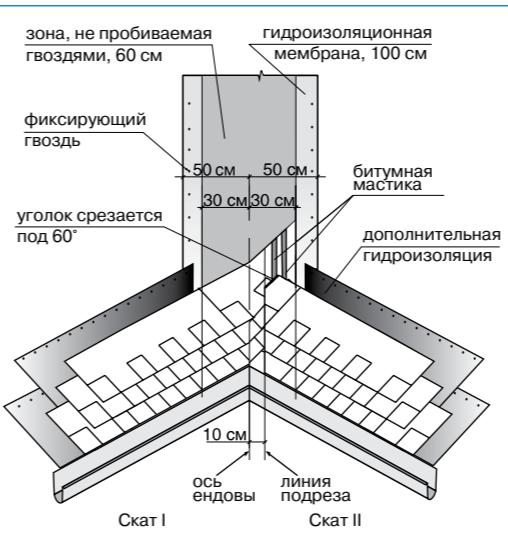

Рис. 3
### Ендова (рис. 3)
- лист, подходящий к ендовой со ската II, должен доходить до линии подрезки и обрезаться по ней. Верхний уголок обрезанного края листа подрезается под углом 60° (5×3 см — рис. 3);